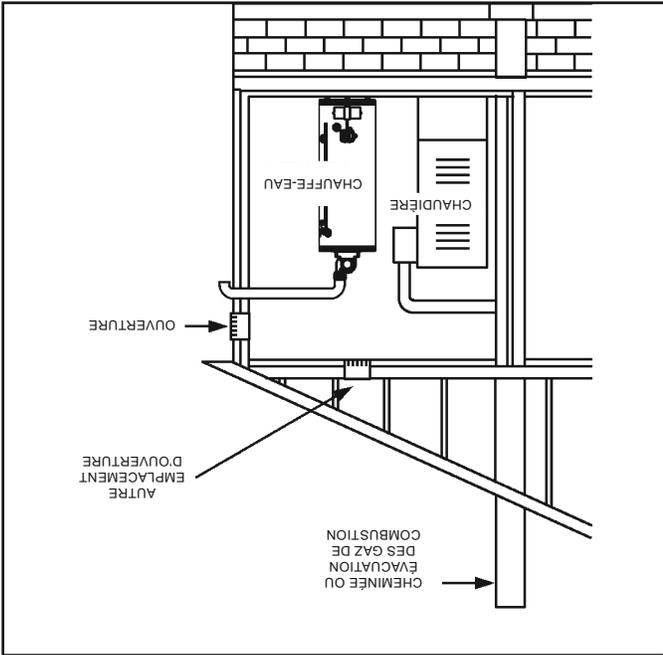

Figure 21.
5. À titre d'alternative, une ouverture permanente unique peut être utilisée pour communiquer directement avec l'extérieur ou avec des espaces qui communiquent librement avec l'extérieur. L'ouverture doit avoir une aire libre minimale de 7,3 cm²/kW (1 po² par 3 000 BTU/h) de la puissance d'entrée totale de tous les appareils installés dans l'espace clos (voir Figure 21).